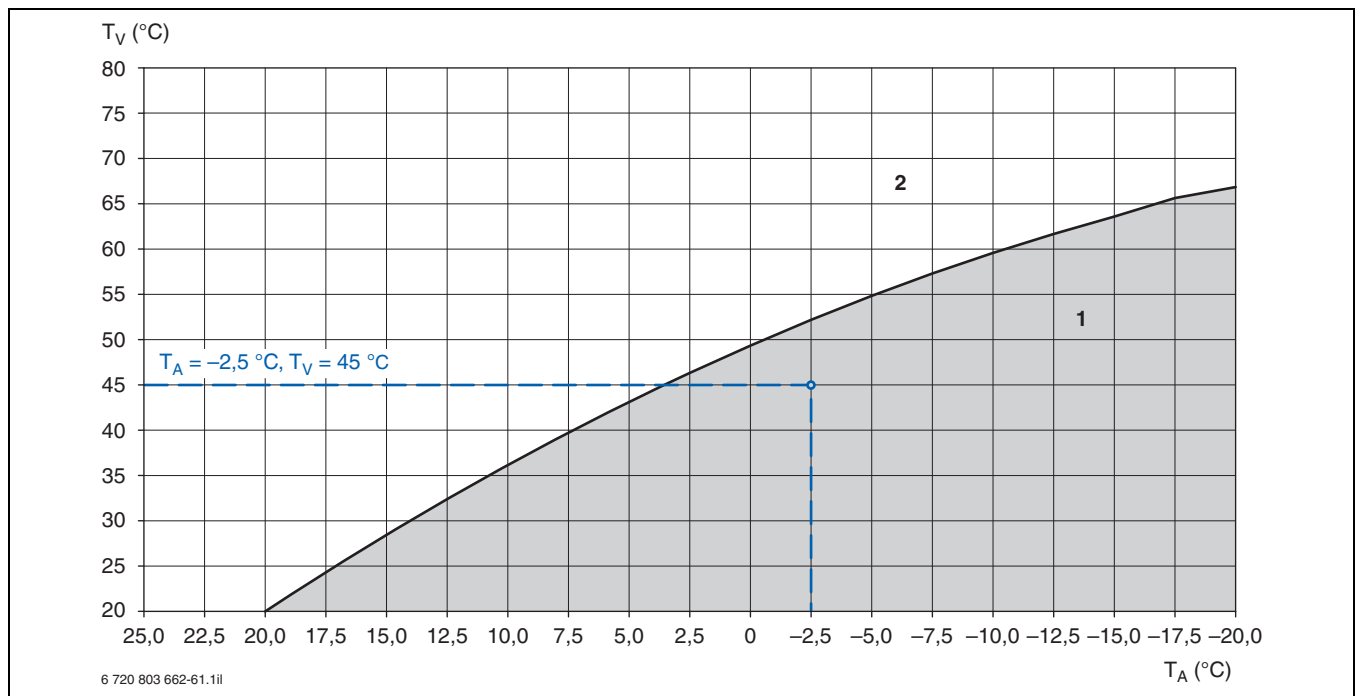

Bild 151 Diagramm zur Ermittlung der benötigten Betriebstemperatur
- Gemessene Werte in das Diagramm zur Ermittlung der benötigten Betriebstemperatur übertragen (→ Bild 151)